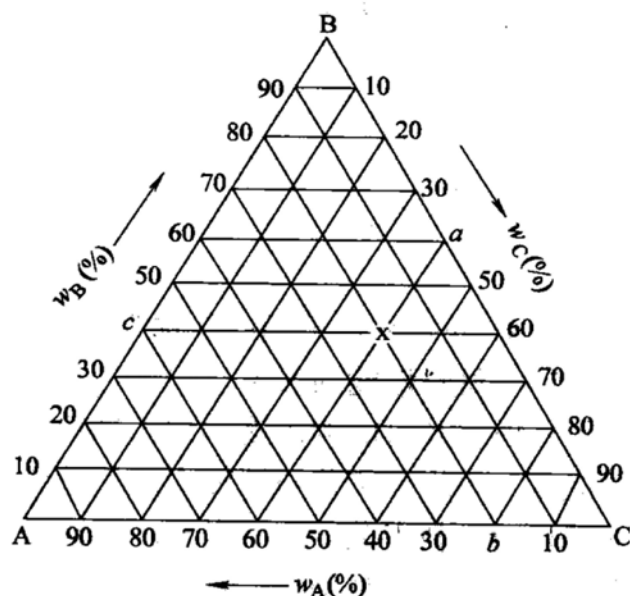

图 10-2 第三题第 1 小题图
1. 写出图 10-2 中 x 合金的成分。
1. 图 10-2 的 x 合金的成分为： $w_A = 20\%$ ， $w_B = 40\%$ ， $w_C = 40\%$ 。